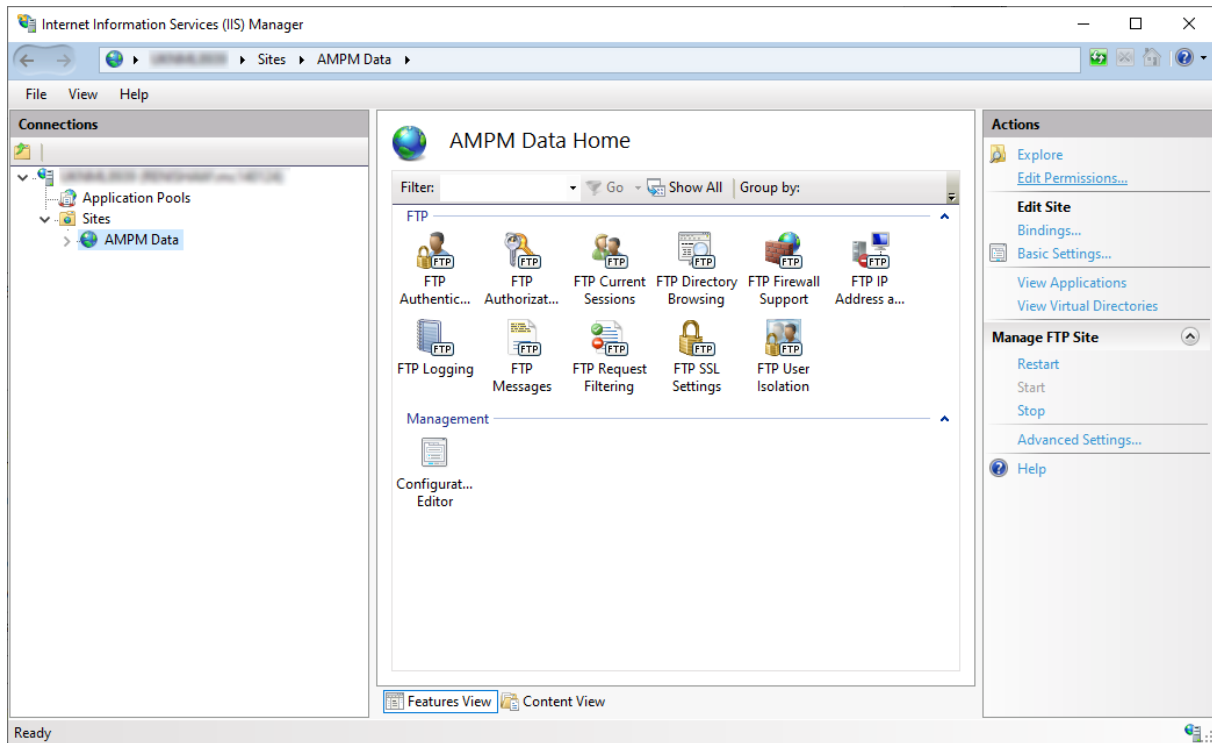

Abbildung 39 Prüfen, ob die Site korrekt eingerichtet wurde
8. Überprüfen Sie, ob die neue Site eingerichtet wurde (siehe Abbildung 39) und schließen Sie das Fenster.